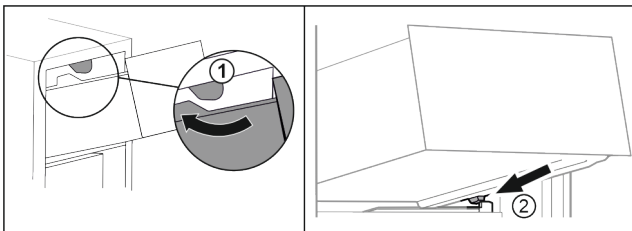

Fig. 27
- ▶ Обведите выдвижной ящик вокруг верхнего стопора. Fig. 27 (1)
- ▶ Наклоняя вниз, установите выдвижной ящик за нижние стопоры на контейнерное ребро. Fig. 27 (2)